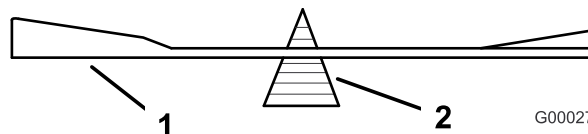
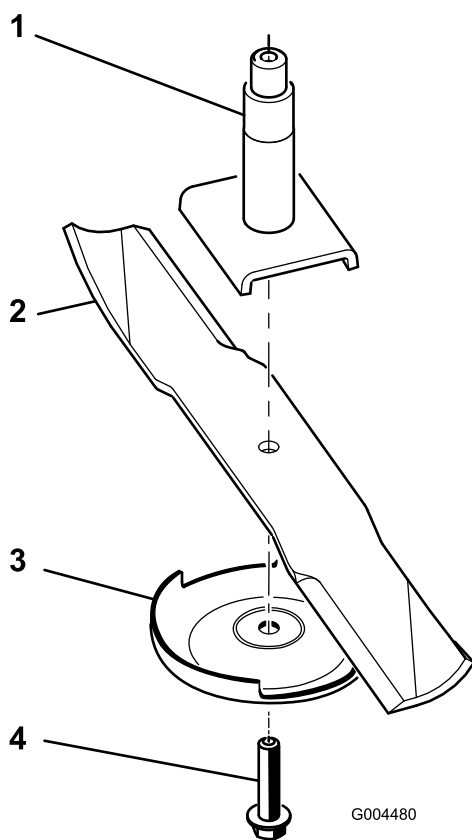

Figura 24
Figura 25
2. Retire a cavilha da lâmina, a placa anti-dano e a lâmina do eixo (Figura 25).
2. Verifique o equilíbrio da lâmina colocando-a num equilibrador de lâminas (Figura 24). Se a lâmina ficar na horizontal é porque está equilibrada e pode ser utilizada. Se a lâmina não estiver equilibrada, lime algum metal da extremidade da aba apenas (Figura 25). Repita este procedimento até a lâmina estar equilibrada.
1. Instale a lâmina no veio (Figura 25).
2. Instale a placa anti-danos e o parafuso da placa(Figura 25).